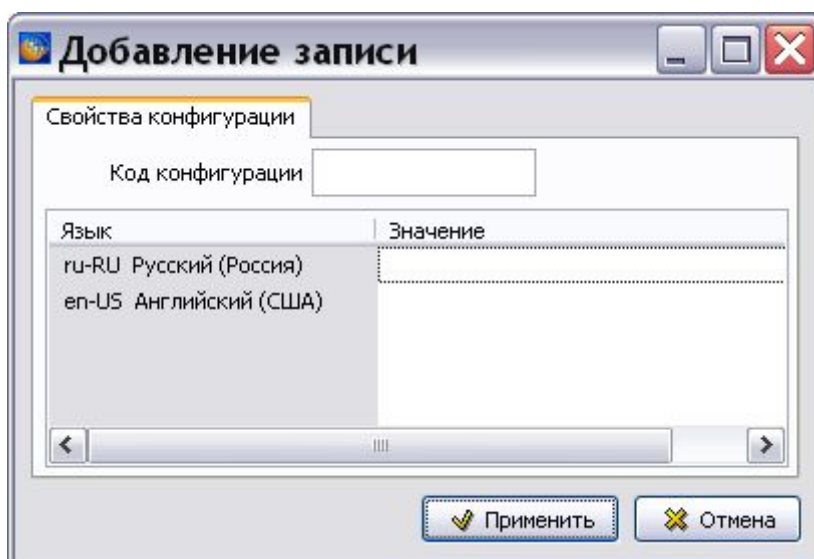

Рис. 2.20
2. Нажмите на кнопку **Добавить конфигурацию** . После этого появится окно **Добавление записи** для свойств конфигурации (Рис. 2.20).